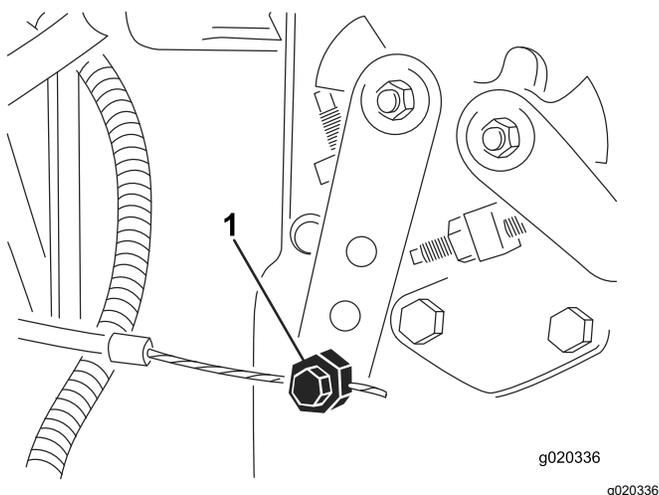

Figura 77
2. Desaperte o dispositivo de ligação do cabo do acelerador na alavanca da bomba de injeção (Figura 77).